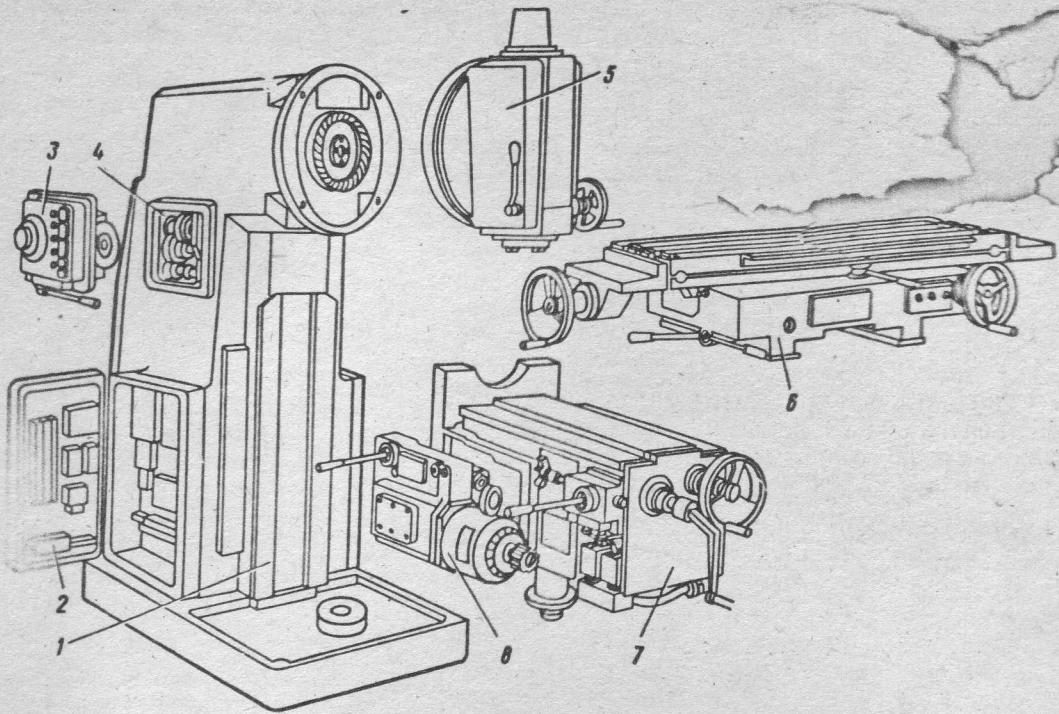

Рис. 1. Расположение составных частей станка
1.2.1. Общий вид с обозначением составных частей станка (рис. 1).